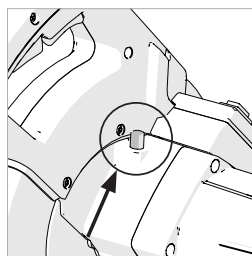

Fig. 39
- Pulse el botón negro para bloquear el eje del disco. (**Fig. 39**)